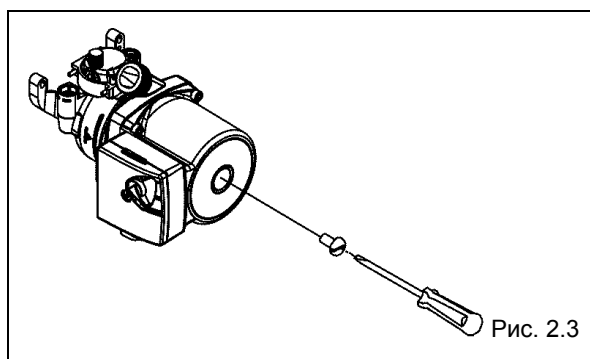

Рис. 2.3
- циркуляционный насос должен вращаться свободно; открутите защитную крышку и с помощью отвертки с плоским концом убедитесь, что вал ротора вращается свободно (Рис. 2.3).